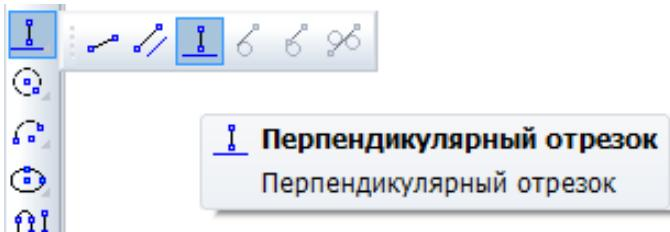

Рис. 1.2. Выбор типа отрезка
5. При построении отрезка $p_3 - p_4$ перпендикулярно отрезку $p_1 - p_2$ воспользуйтесь Панелью расширенных команд. Для этого щелкните на кнопке *отрезок* и не отпускайте кнопку мыши. При этом раскроется соответствующая Панель расширенных команд. Не отпуская левую кнопку мыши, поместите курсор на кнопку *Перпендикулярный отрезок* и отпустите кнопку мыши, рис. 1.2.